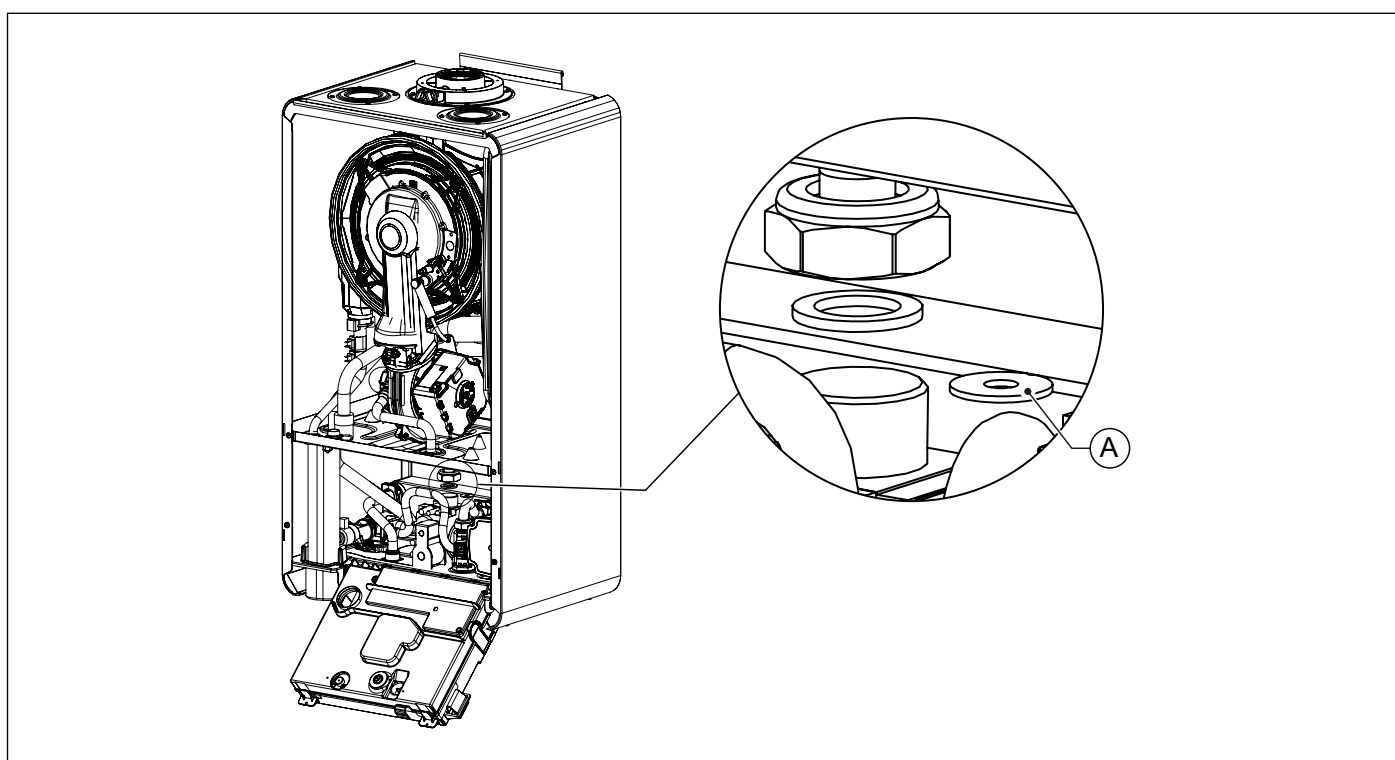

Abb. 34 Gasblende austauschen
- Gasverschraubung am Austritt des Gaskombiventils öffnen (siehe Abb. 34 Gasblende austauschen).
- Die Gasblende (A) durch die für den neuen Gastyp ersetzen (siehe Abb. 34 Gasblende austauschen und Tab. 32 Durchmesser der Gasblende (mm)).